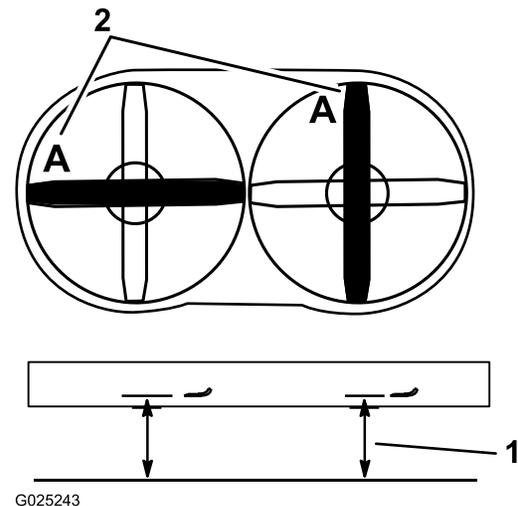

Figura 71
3. Rode uma lâmina como se mostra na Figura 71.
4. Meça desde uma superfície nivelada até à extremidade de corte na posição A da lâmina (Figura 71). Anote esta medida.